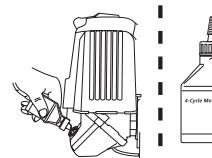
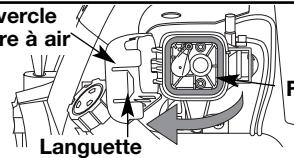

Fig. 24
Fig. 25
REMARQUE: Mesurez la quantité nécessaire à l'aide de la bouteille et de la buse utilisées lors de la mise en service. 90 ml (3,04 oz) correspond environ au haut de l'étiquette de la bouteille (Fig. 25). Vérifiez le niveau d'huile avec la jauge. S'il est trop bas, ajoutez un peu d'huile par l'orifice et revérifiez. Ne remplissez pas trop (Fig. 24).
1. Ouvrez le couvercle du filtre à air. Enfoncez la languette à droite du couvercle, tirez celle-ci vers vous puis vers la gauche (Fig. 25).
2. Retirez le filtre à air (Fig. 25).